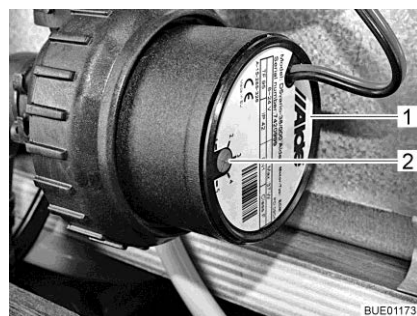

Bild 225 Vartvalsreducering
Med vridregulatorn (Bild 225,2) kan cirkulationspumpens varvtal ställas in. Vid lägre varvtal går pumpen tystare.
Vridregulatorn sitter på cirkulationspumpen (Bild 225,1).
- Ställa in effekten: ■ Vrid vridregulatorn (Bild 225,2) moturs. Effekten reduceras.